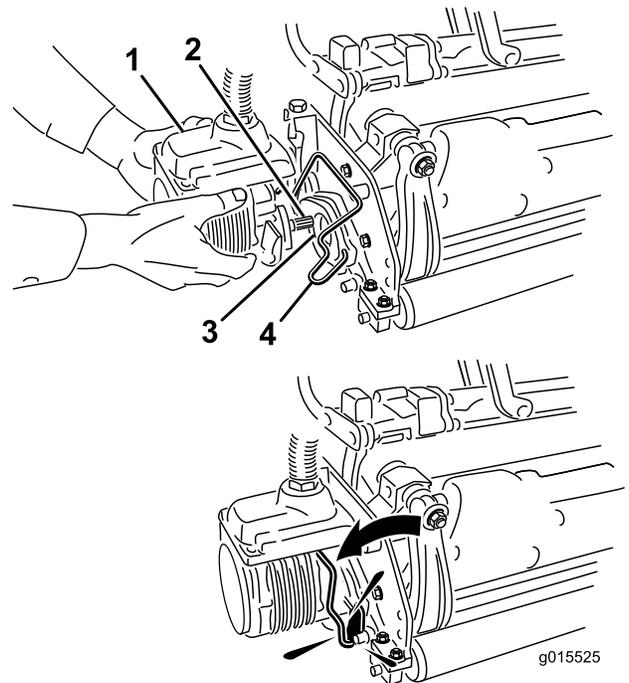

図 35
6. カッティングユニット用モータのスプライン・シャフトにきれいなグリスを塗りつける（図 35）。
7. モータを、カッティングユニットの左側（運転席から見て）に取り付け、カッティングユニットについているモータ固定バーを、モータの上から被せるようにセットし、モータの左右から「カチッ」というロック音が聞こえるまで押し下げる（図 35）。